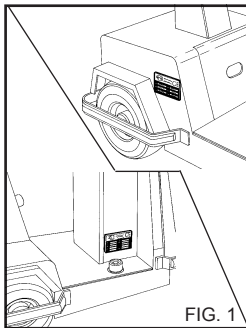

FIG. 1
Идентификационная табличка с основными техническими характеристиками Вашего транспортного средства установлена на кузове и всегда видна. (Fig. 1)
- Запустите транспортное средство при помощи ручки пуска/акселератора (рис. 1, рис. 6-7).
Переведите на минимум ручку пуска/акселератора (рис. 1, рис. 6-7).